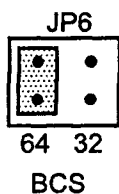

Fig.7
- 64 : BICK = 64fs (Fig.7) . . . . . ( default )